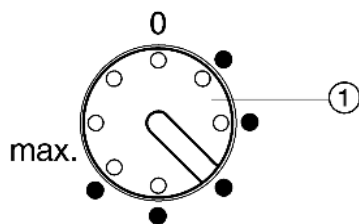

Fig. 2
- ▶ Поворачивайте регулятор температуры Fig. 2 (1) вправо с помощью монеты.